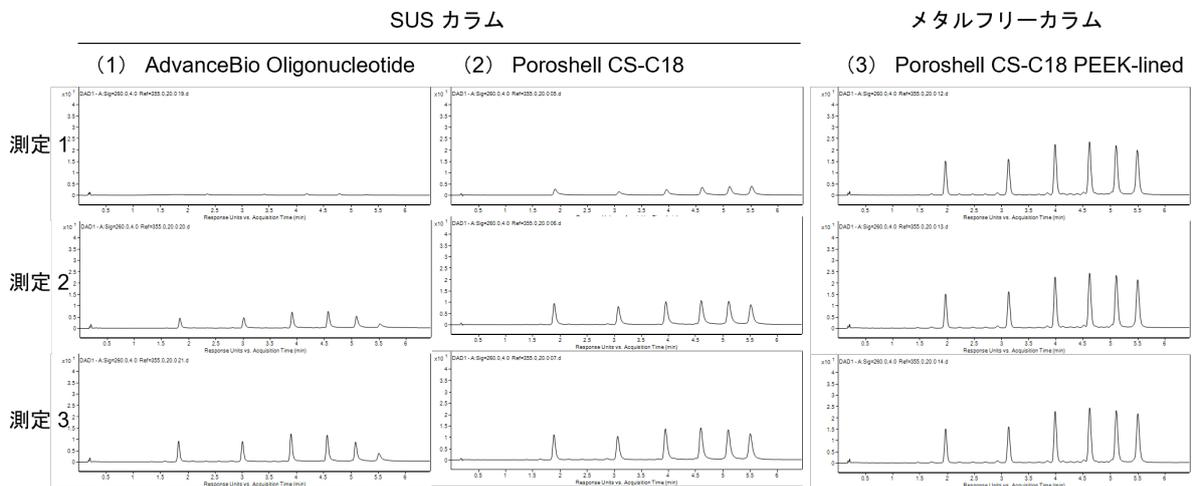

図 2. メタルフリーカラムと SUS カラムの比較
まず、移動相 A に不活性化剤 (ピークシャープナー) を使用していない試験番号 (1) - (3) のクロマトグラムを比較しました (図 2)。この結果、最も良好なピークと回収率を示したのはメタルフリーカラムの Poroshell CS-C18 PEEK-lined でした (図 2、試験番号 (3)、測定 1-3)。接液面を非金属の PEEK 素材にした Poroshell CS-C18 PEEK-lined は、金属吸着するオリゴヌクレオチドの分析にきわめて有効でした。一方、SUS 製の AdvanceBio Oligonucleotide と Poroshell CS-C18 では顕著な金属吸着を示しました (図 2、試験番号 (1) - (2))。